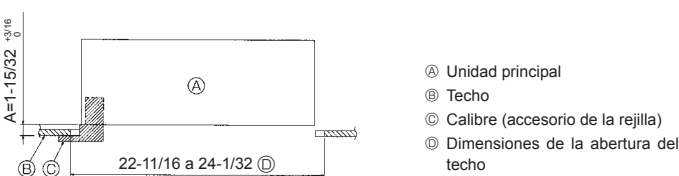

Fig. 4-6
- Si no puede alinear la unidad principal en el orificio de montaje del techo, se puede ajustar posteriormente gracias a la ranura de la placa de montaje. (Fig. 4-6)